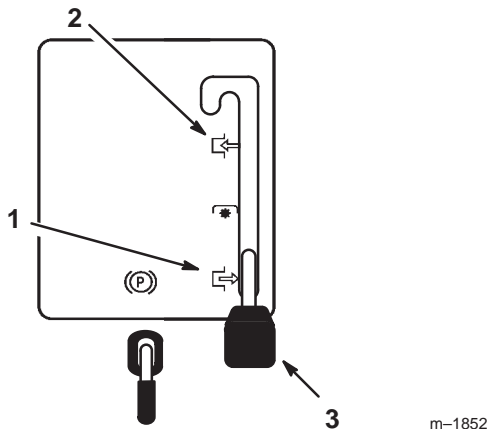

Figure 5
2. Mettez la commande des lames (PdF) en position embrayée (Fig. 5).
2. Mettez la commande des lames (PdF) en position débrayée (Fig. 5).